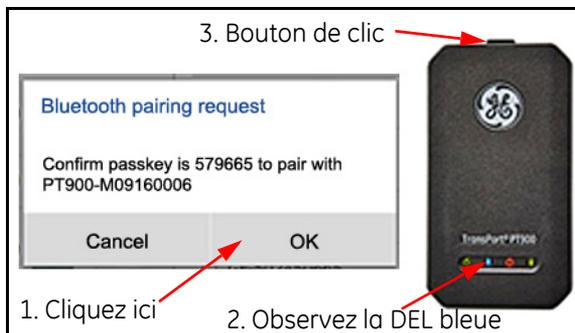

Figure 66 : vérification de l'appariement
9. Au cours du processus d'appariement, les fonctions de sécurité du PT900 demandent à l'utilisateur de confirmer l'appariement (voir la Figure 66 ci-dessous). Lorsque la *demande d'appariement par Bluetooth* apparaît sur la tablette (ignorez la clé d'accès aléatoire), cliquez sur **OK** pour continuer. Ensuite, vérifiez que la DEL bleue du transmetteur clignote, puis cliquez sur le bouton d'alimentation du transmetteur.